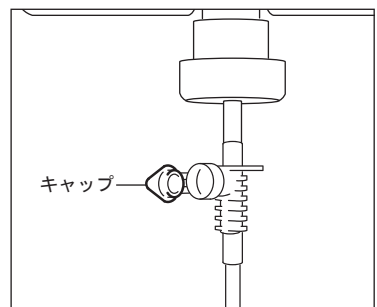

図 12
- 5) パックにエアを入れるため、キャップを開けます。(図 12)